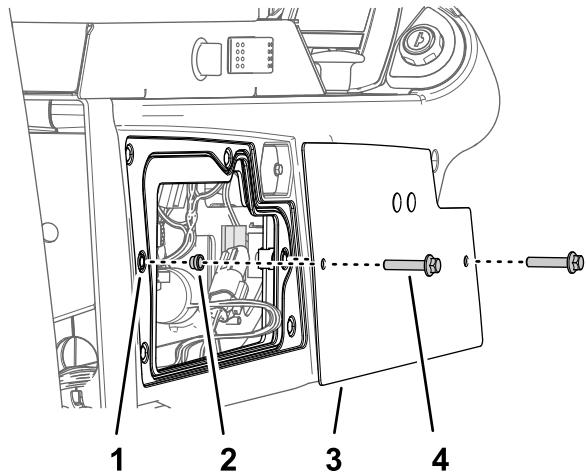

Figura 13
1. Retire los 2 tornillos con arandela prensada ( $\frac{1}{4}$ " x  $1\frac{1}{4}$ ") y 2 espaciadores que sujetan la tapa al panel del brazo de control (Figura 13).